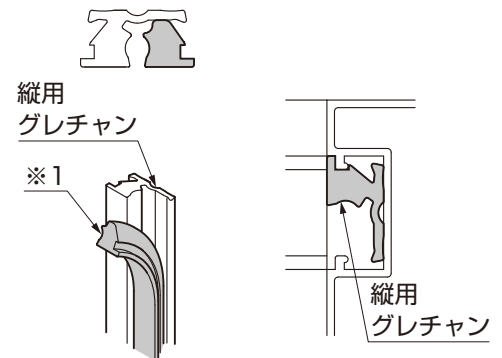

図7-5 縦用グレチャンのはめ込み
- ①縦用グレチャンを図7-5を参考に裂き、角格子にはめ込んでください。(図7-5参照)
- ※1は角格子パネルはめ込み後に使用します。(図7-5参照)